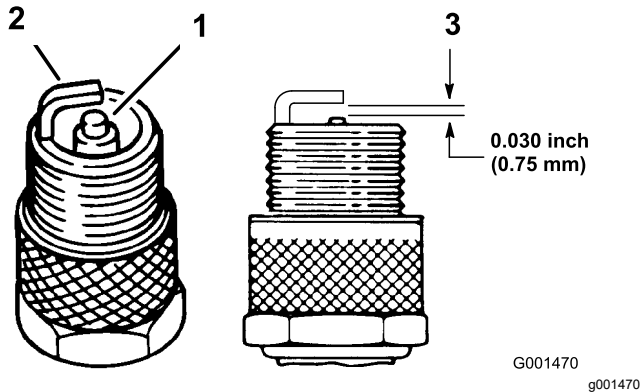

Figura 24
1. Controllate il centro delle candele (Figura 24). Se l'isolatore è di color marrone chiaro o grigio, il motore funziona correttamente. Una patina nera sull'isolatore significa in genere che il filtro dell'aria è sporco.
2. Controllate la distanza tra gli elettrodi centrale e laterale (Figura 24). Piegare l'elettrodo laterale (Figura 24) se la distanza non è corretta.
3. Collegate i cappellotti alle candele (Figura 24).